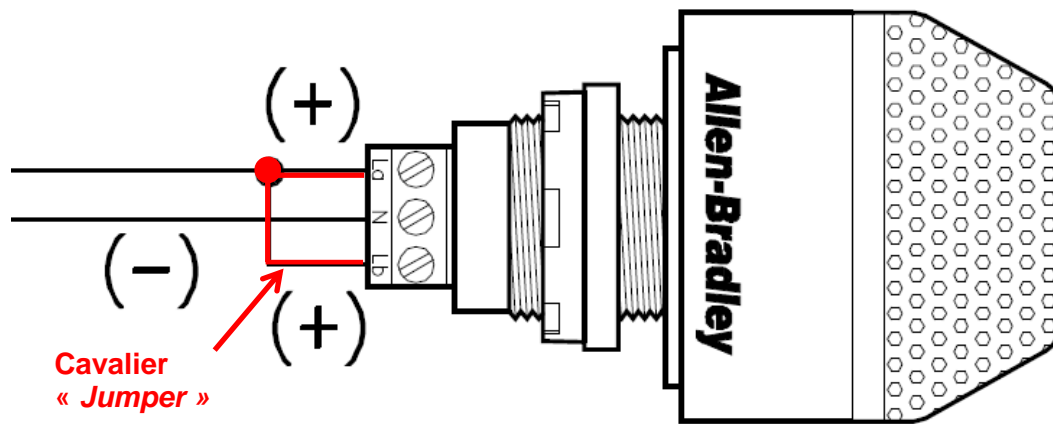

Figure 4-9
- C. La RSL doit être branchée en mode d'opération continue, en insérant un cavalier (« *jumper* ») entre les terminaux La et Lb sur la lumière tel que montré à la Figure 4-9.